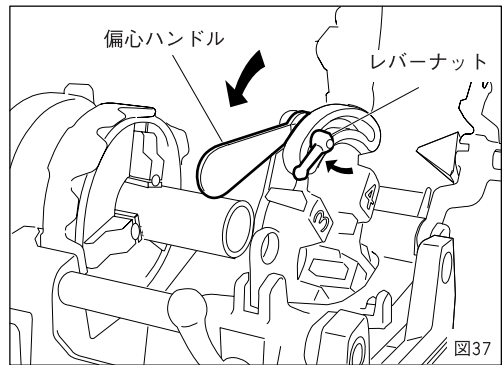
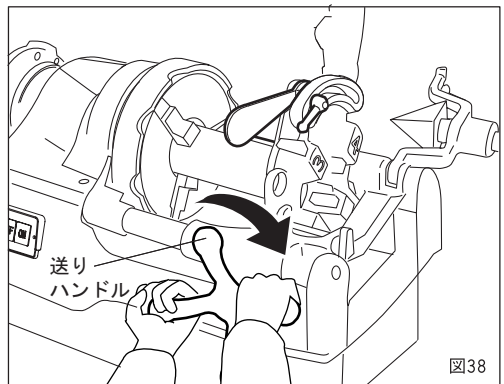

図37
図38
- ① ねじ切りのサイズ寸法を合わせるには偏心台の目盛りを、ダイヘッドのサイズ目盛りのねじ切り寸法に合わせて、レバーナットを締めて固定してください。(図37)
- ② スイッチを入れますとオイルはダイヘッドから自動的に注油されます。
- ③ 送りハンドルを右回り方向に動かしパイプにチェーザを押し付け食い付かせてください。ねじ山が3~4山切ればあとは自動的にねじが切れます。このマシンに使用されているシリースモータは、回転数が周波数に左右されず、負荷によって自動的に変化します。(図38)
- ④ ねじが規定の寸法まで切れましたら偏心ハンドルを徐々に矢印の方向に持ち上げてチェーザを開きねじを切り上げます。